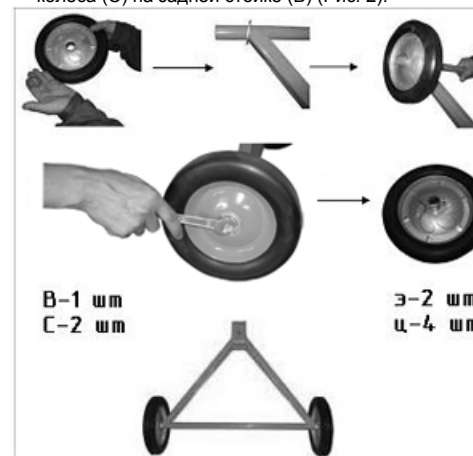

Рис.2.
6.1. Установите на заднюю стойку (В) колеса (С) в следующей последовательности: шайба (ц), затем колесо (С), шайба (ц) и болт (з). Затяните болт (з) ключом (не входит в комплект поставки), тем самым зафиксировав колеса (С) на задней стойке (В) (Рис. 2).